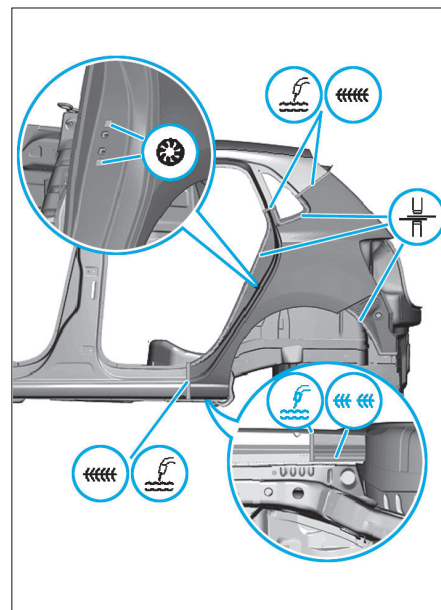
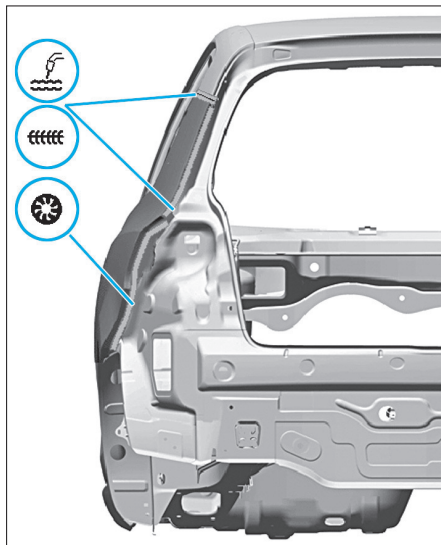

FIG. 97
FIG. 98
- Apposer l'aile arrière puis la souder par points comme illustré (Fig.97) et (Fig.98).